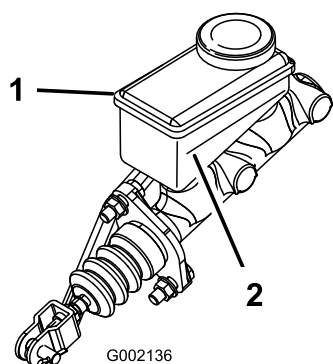

Figura 61
3. Mire el nivel de aceite en el lateral del depósito (Figura 61).
- B. Añada líquido de frenos DOT 3 al depósito hasta que el nivel esté por encima de la línea Mínimo (Figura 61).